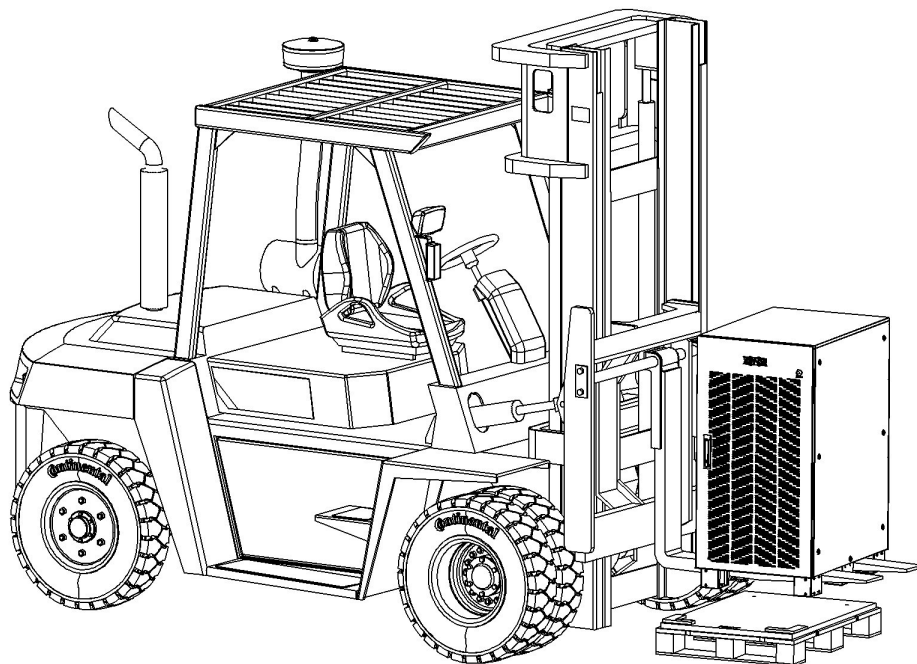

Figura 3-6
5. Levante el gabinete con un montacargas y retire las tarimas de empaque (Figura 3-6).